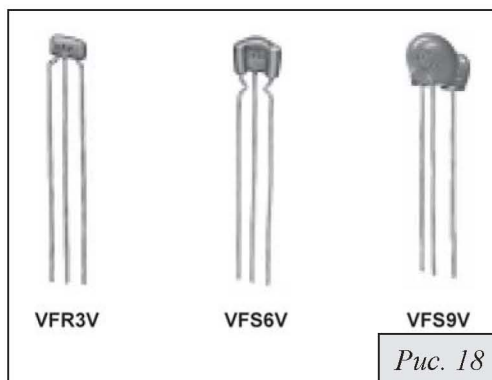

Рис. 18
5) Компоненты подавления ЭМП EMIGUARD (рис. 18)